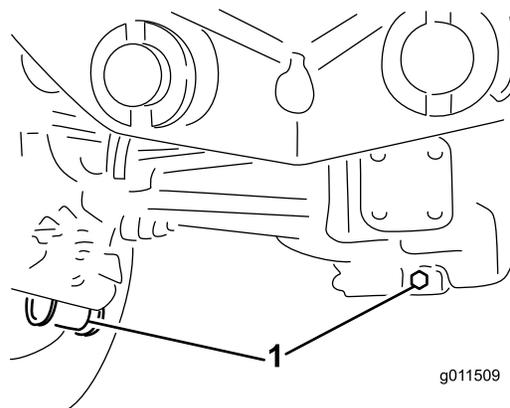

Рисунок 71
2. Очистите область вокруг трех сливных пробок, по одной на каждом конце и одной в центре (Рисунок 71).